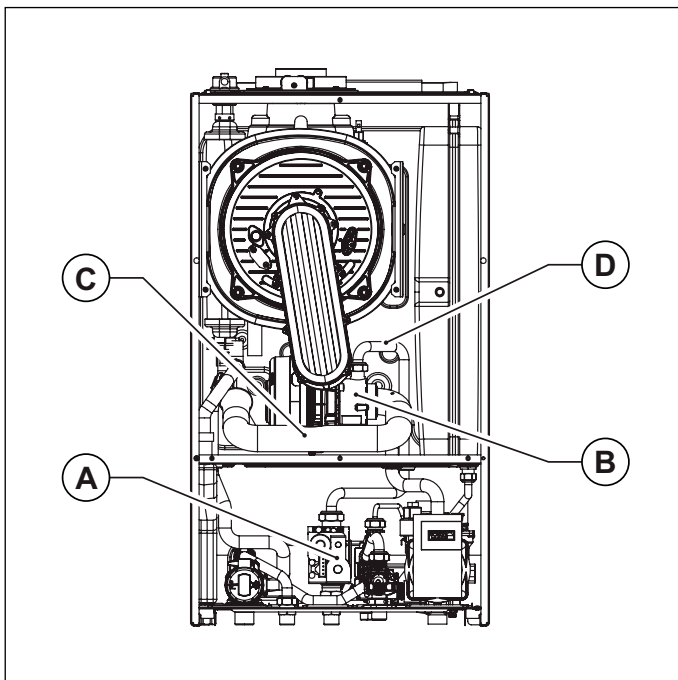

Fig. 36 Tobă de aspirație
- Înlăturați toba de aspirație având grijă să deșurubați mai întâi șuruburile care fixează amestecătorul (vezi Fig. 36 Tobă de aspirație).
- Deconectați conducta de gaz de la amestecător (vezi Fig. 36 Tobă de aspirație).